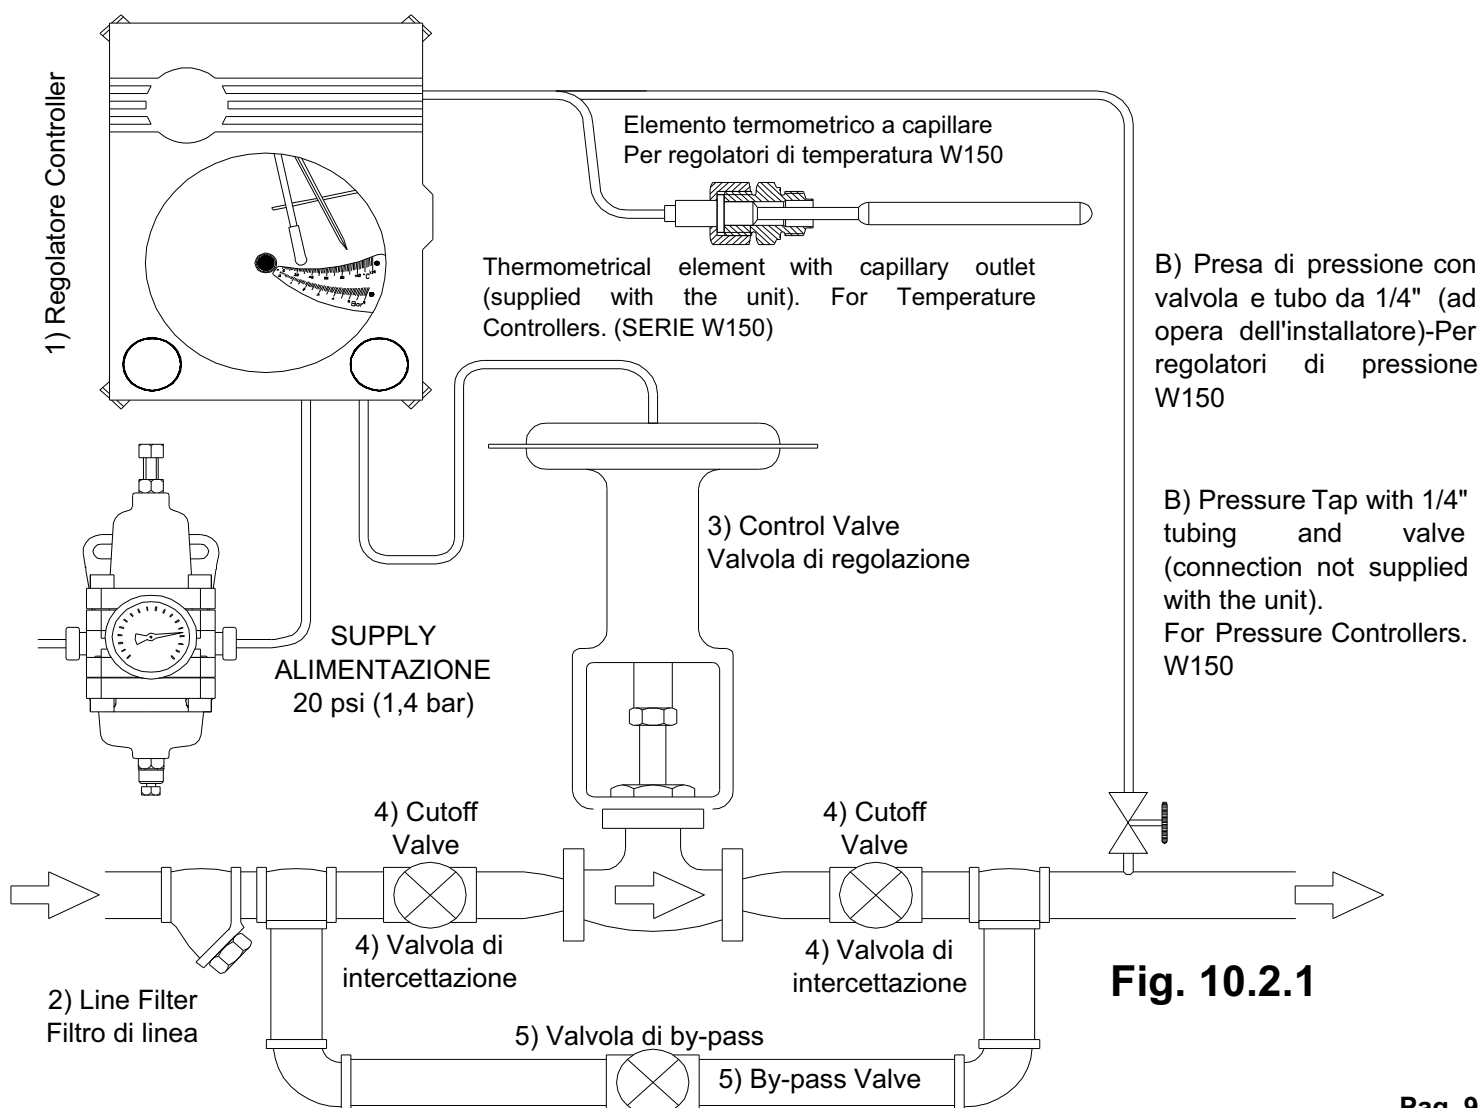

Fig. 10.2.1
10.2. COLLEGAMENTO ALLA VALVOLA DI REGOLAZIONE (Fig. 10.2.1)
10.2. PNEUMATIC CONTROL VALVE INSTALLATION (Fig. 10.2.1)
C - Aprire completamente le valvole d'intercettazione situate a monte e a valle della valvola di regolazione, accertandosi che la valvola di by-pass sia chiusa vedi (Fig. 10.2.1)
D - Se la valvola di regolazione (3) è dotata di by-pass (5), controllare che quest'ultima sia ben chiusa e che la valvola d'intercettazione a valle (4) sia completamente aperta (vedi Fig.10.2.1).
E - Aprire lentamente e completamente la valvola d'intercettazione a monte della valvola di regolazione (4.Fig. 10.2.1).
C - Completely open the cutoff valves situated upstream and downstream to the control valve. Make sure that the bypass valve is closed (see Fig. 10.2.1).
D - Make sure that the bypass valve (5) supplied with the pneumatic valve (3) is completely closed and that the downstream cutoff valve (4) is fully open (see Fig.10.2.1).
E - Open the cutoff valve (4) situated upstream to the pneumatic valve slowly and completely (see Fig. 10.2.1).
D - Se la valvola di regolazione (3) è dotata di by-pass (5), controllare che quest'ultima sia ben chiusa e che la valvola d' intercettazione a valle (4) sia completamente aperta (vedi Fig.10.2.1).
E - Aprire lentamente e completamente la valvola d'intercettazione a monte della valvola di regolazione (4 Fig. 10.2.1).
D - Make sure that the bypass valve (5) supplied with the pneumatic valve (3) is completely closed and that the downstream cutoff valve (4) is full open (see Fig. 10.2.1).
E - Make sure that the bypass valve (5) supplied with the pneumatic valve (3) is completely closed and that the downstream cutoff valve (4) is fully open (see Fig.10.2.1).
E - Se la valvola di regolazione (3) è dotata di by-pass (5), controllare che quest'ultima sia ben chiusa e che la valvola d' intercettazione a valle (4) sia completamente aperta (vedi Fig.10.2.1).
F - Aprire lentamente e completamente la valvola d'intercettazione a monte della valvola di regolazione (4Fig. 10.2.1).
F - Open the cutoff valve (4) situated upstream to the pneumatic valve slowly and completely (see Fig. 10.2.1).